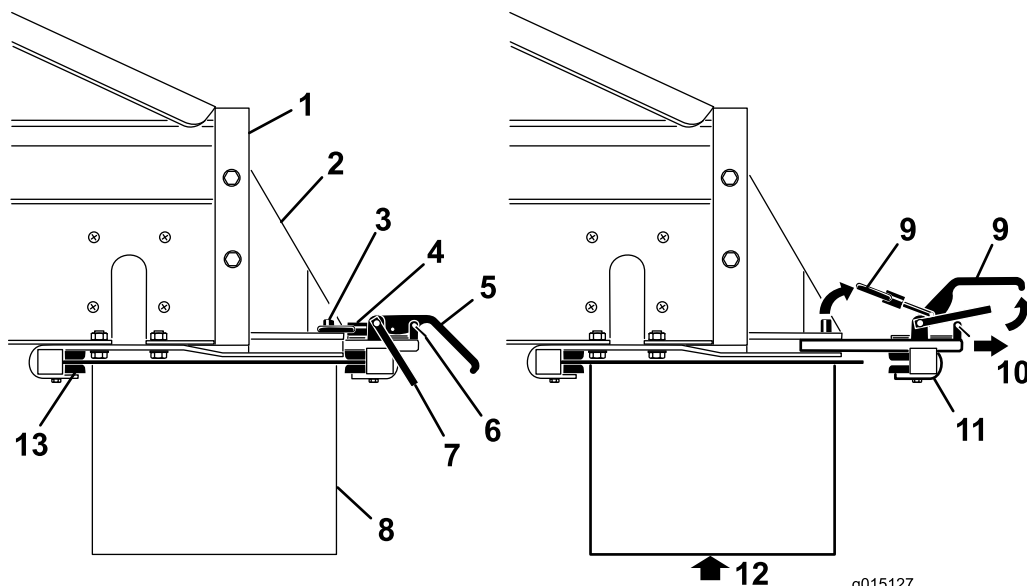

Figure 15
- Retirez les clips des verrous de sécurité sur les poignées des pinces de fixation (Figure 15).
- Levez le verrou de sécurité, puis levez les poignées des pinces de fixation de l'accessoire et dégagez les bagues de blocage des goupilles de blocage (Figure 15).
- Sortez la pince de fixation rapide arrière des fentes de montage (Figure 15).
- En vous faisant aider par une autre personne, insérez le bord avant de l'accessoire vers le haut et sous l'arrière de la machine, dans les brides de fixation avant sur les supports (Figure 15).
- Tout en soutenant l'accessoire, repoussez la pince de fixation arrière dans les fentes des supports et par-dessus le bord arrière (Figure 15).
7. Reposez les clips des verrous de sécurité sur les poignées des brides de fixation (Figure 15).